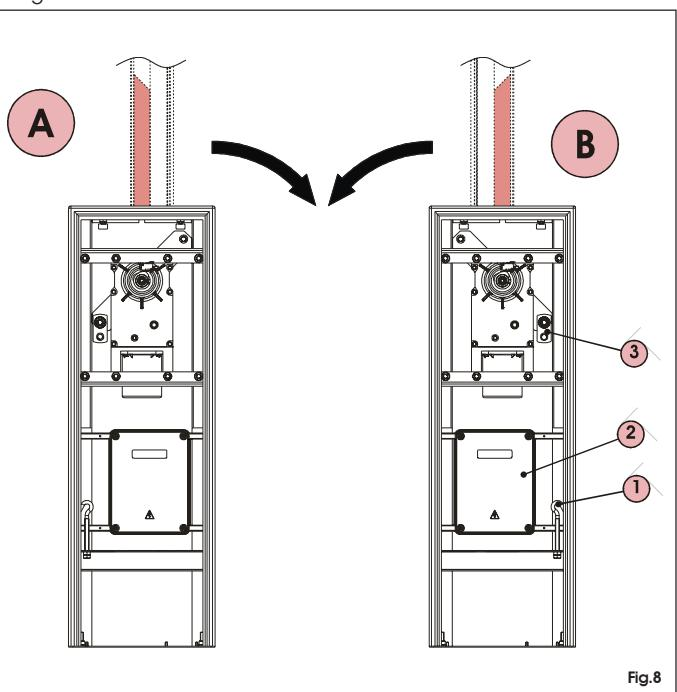

Fig.8
Attention: L'automatisme est fourni disposé pour une installation à gauche (fig.8 réf.A).
Pour transformer l'automatisme de gauche à droite (fig.8 réf. B), agir comme suit:
- démonter le tirant réf.1 fig.8.
- déplacer la centrale de droite à gauche réf.2 fig.8.
- positionner le tirant réf.1 fig.8 dans le trou à droite de la centrale.
- déplacer le disque de fixation du ressort, réf.3 fig.8, de l'axe de gauche à celui de droite.